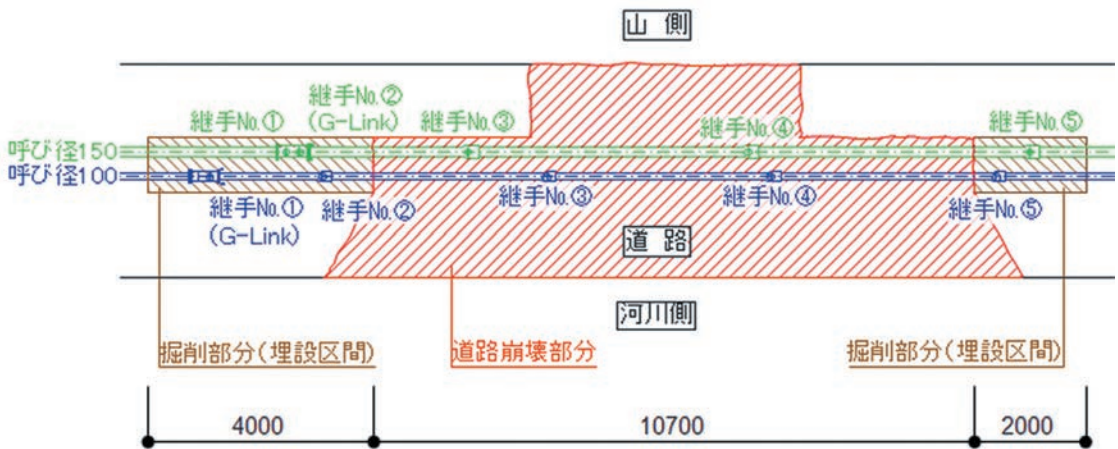

図3 工事範囲
(1) 調査範囲
管が露出している道路崩壊区間(図3で呼び径100は継手No.③および継手No.④、呼び径150は継手No.③および継手No.④)だけでなく、埋設部の継手が挙動している可能性があるため、図3に示す埋設区間の継手も露出させて、継手の挙動も確認する。